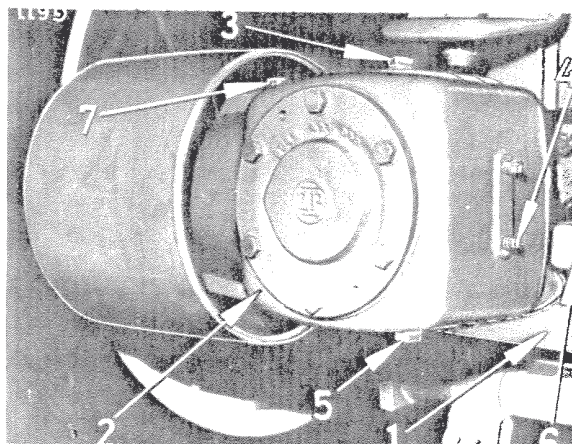

Fig. 35
Retirez le garant de l'arbre gauche de prise de force (1.000 tr/mn). Montez la plaque (1, Fig. 35) à l'aide de 4 vis Allen. Engagez le carter de poulie sur l'arbre de prise de force, la poulie étant dirigée vers la gauche comme l'indique la figure. Fixez le carter sur la plaque précédemment montée, au moyen de 4 vis (la poulie ne peut être orientée que vers la gauche). Le remplissage du carter (2) s'effectue après avoir enlevé le bouchon de remplissage (3) et le bouchon de niveau (4). Versez de l'huile SAE 90 EP par l'orifice de remplissage jusqu'à ce qu'elle commence à couler par l'orifice de niveau. Remettez alors les bouchons (3 et 4) en place. La quantité d'huile nécessaire est d'environ 1,9 litre. La vidange du carter s'effectue en enlevant le bouchon (5).